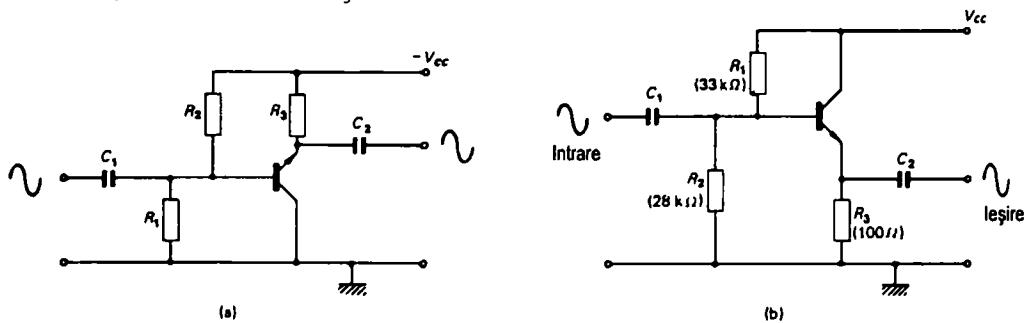

Figura 24.3 (a) Repetorul pe emitor sau amplificatorul cu colector comun;
Figura 24.3 (a) prezintă un circuit folosind un tranzistor în configurație de colector comun, (CC). C_1 și C_2 sunt condensatoarele de intrare și de ieșire de cuplaj, iar R_1 – R_2 formează lanțul de polarizare pentru tensiunea de bază. Nu se folosește nici o rezistență de colector, de vreme ce ieșirea se ia din emitor. Figura 24.3(b) indică modul în care se proiectează în mod normal circuitul. Ieșirea se formează pe rezistența de emitor R_3 , și de aceea circuitul se mai numește *repetor pe emitor*. El are un câștig mare de curent cu un câștig de tensiune mai mic dar foarte apropiat de unu. Câștigul foarte mic în tensiune este datorat reacției 100% negative realizate de R_3 .